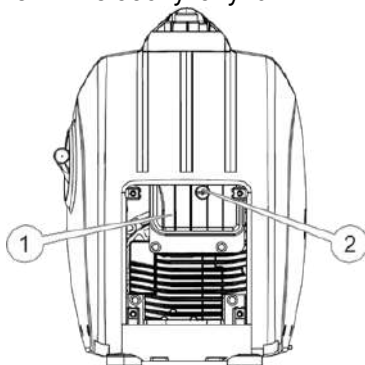

Рисунок 6. Схема розташування повітряного фільтра.
5.1.4 Перевірка наявності та стану повітряного фільтра (рис. 6).